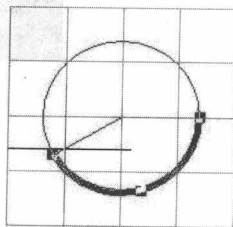

图 3-4 确定 Center 圆弧的起点和终点
4. 移动光标, 在圆弧的开始和结尾处都单击鼠标左键, 确定圆弧起始位置和终止位置, 如图 3-4 所示。